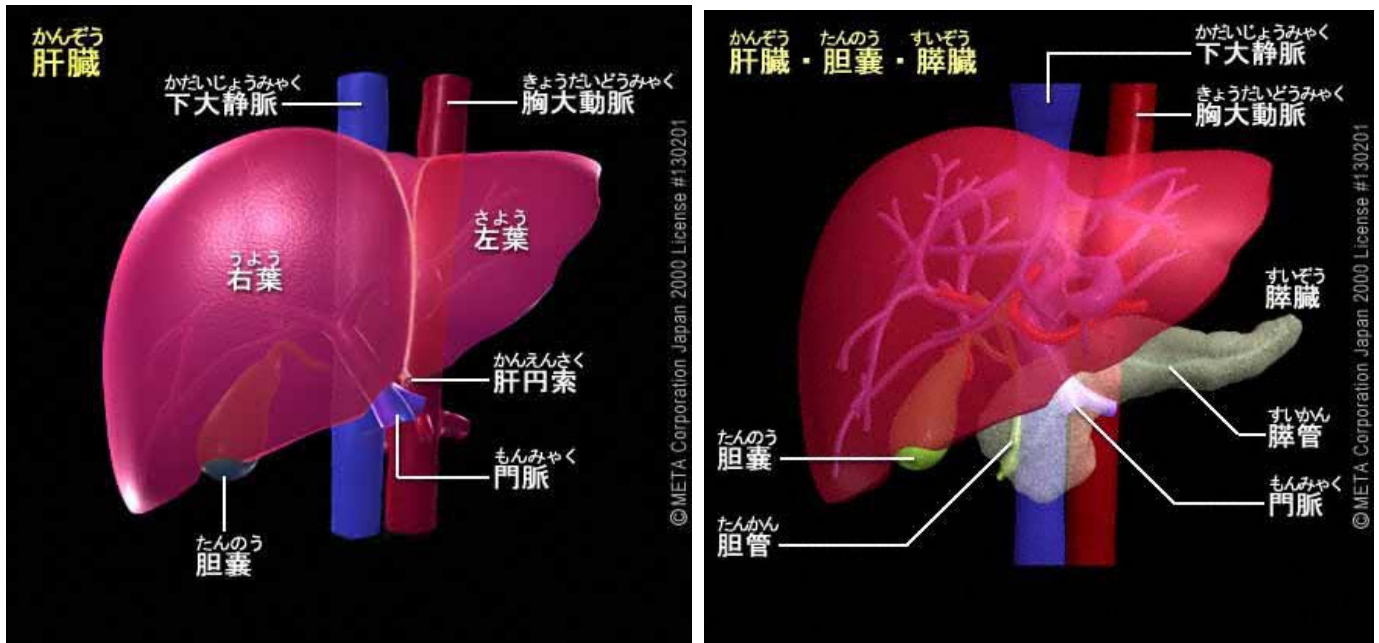

図1 肝臓のCG (IPA「教育用画像素材集サイト」 <http://www2.edu.ipa.go.jp/gz/> より引用)
<p>肝臓(図1)は、内臓のなかでもっとも大きな器官で、大人では約 1.5kg の質量があります。肝臓では 500 以上のさまざまな働きを行っています。そのため、肝臓は体内の化学工場とよばれ、人工的に同じ作業を行うためには巨大な化学工場が必要だといわれています。</p> <p>肝臓の主な働き(図2)には、次のようなものがあります。</p> <ol style="list-style-type: none"> ① 体内に吸収したブドウ糖をグリコーゲンに変えて貯蔵し、必要に応じて糖にもどし血液中に送り出す。 ② 細胞から出た有害な不要物であるアンモニアを無害な尿素に変える。 ③ 古くなった赤血球などを材料にして胆汁をつくり、胆のうに送る。 ④ アルコールなどの有害な物質を無害な物質に変える。 <p>このうち、アルコールは次のように処理されます。肝臓にはいったアルコールは、まず酵素の働きによりアセトアルデヒドと水素に分解され、さらに別の酵素により酢酸と水素に分解されます。酢酸は体内でエネルギーとなり、最終的には水と二酸化炭素となって体外に排出されるのです。お酒を飲み過ぎると非常に毒性の強いアセトアルデヒドの分解が間に合わなくなり、血液中にアセトアルデヒドが残ります。これが、顔面紅潮や千鳥足などの酔っぱらい状態、吐き気、頭痛などの二日酔いの状態を引き起こすのです。</p> <p>アルコールが体内に入ってくると、肝臓は一生懸命に分解をします。ふだんは肝臓に余裕がありますが、大量のアルコールを飲み続けていると疲れてしまいます。飲み過ぎにより肝臓が疲れ、その処理能力を超えてしまった場合は、アルコールから合成される中性脂肪が肝臓の中にたまり、アルコール性肝障害の一つである脂肪肝になります。肝臓に脂肪がたまってくると、肝臓そのものの機能が果たせなくなってきました。それにもかかわらず、同じようにお酒を飲み続けると肝臓の細胞が線維状になり硬くなってしまいう肝硬変にまでなってしまうのです。</p>